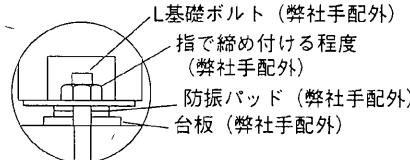

図6 防振パッド取付要領
- (1) 圧縮ユニットは雨水や直射日光のあたらない場所に設置してください。
- (2) 周囲温度は+5~35°Cになるように機械室の換気をしてください。換気量の目安は冷凍トン当たり0.4m³/分です。
- (3) ユニットの基礎はコンクリート又は鋼製とし、運転重量に十分耐えうるものでなければなりません。水平度は3/1000以内にしてください。
- (4) ユニットの周囲には保守・点検及び分解作業のできるスペースを確保しておいてください。特に凝縮器に対しては冷却管の掃除や交換ができるよう右又は左側に2m以上のスペースをとってください。
- (5) 特に振動をきらう場所に設置するような場合はユニットと基礎の間に防振パッド又は防振台床を敷くことをおすすめします。 (図6参照)